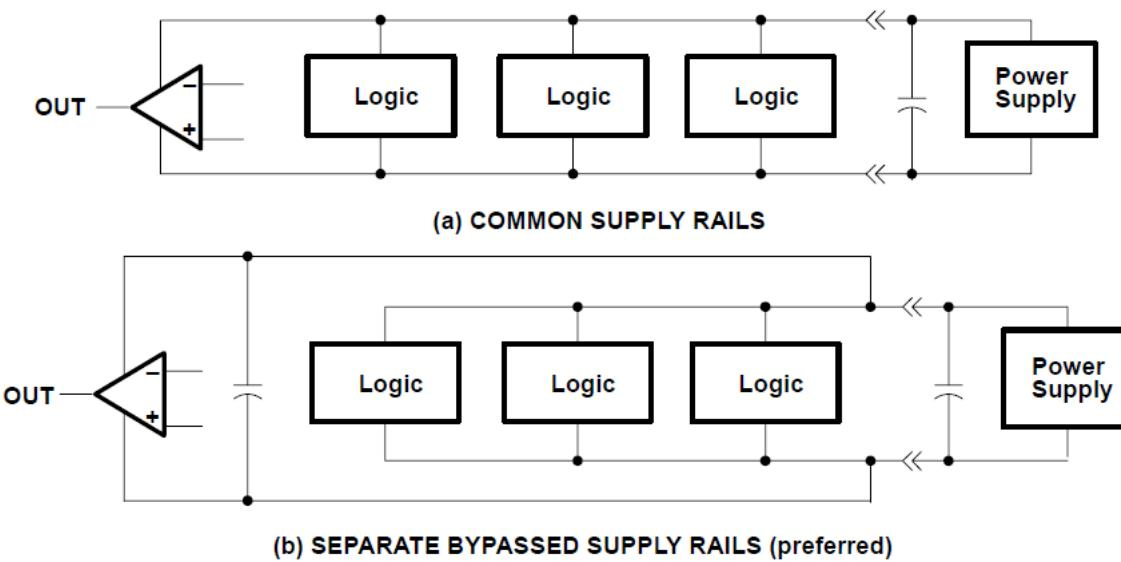

図 6-3. 同相電源レールと分離電源レールとの関係
- 個別のバイパスされた電源ラインからリニア デバイスに電力を供給します（図 6-3 を参照）。そうしないと、デジタル ロジックの高いスイッチング電流により発生する電圧降下の結果、線形デバイス電源レールが変動する可能性があります。